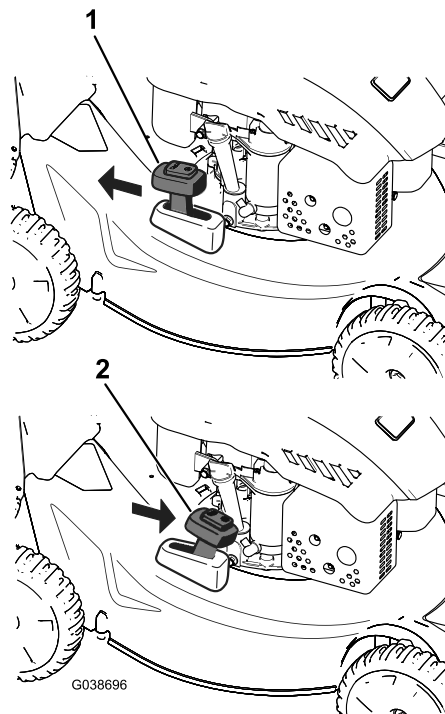

Figure 21
Pour recycler l'herbe coupée, placez le levier de ramassage sur demande en position **recyclage** (Figure 21).
3. Déplacez le levier de ramassage sur demande en position de ramassage comme montré à la Figure 21.
Remarque: Si le bac à herbe est monté sur la machine, enlevez-le avant de procéder à l'éjection arrière de l'herbe coupée ; voir Retrait du bac à herbe \(page 14\). Le levier de ramassage sur demande doit être en position **ramassage** comme montré à la Figure 21.